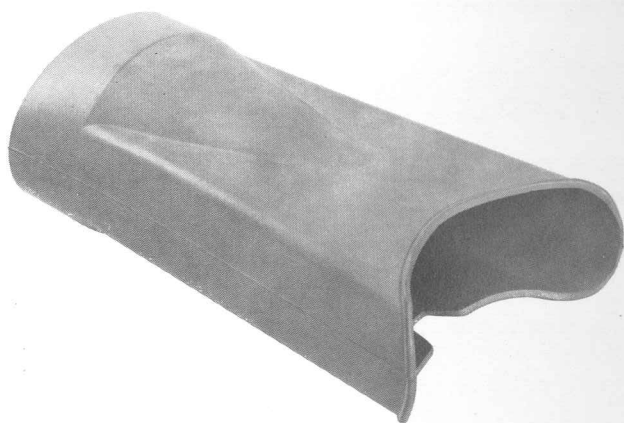

Abb. 20. Nebenlichtmaske
3. Demontage des Messkopfes (Abb. 20)
C. EINBLIEKMASKE PM 9370 (Abb. 20)